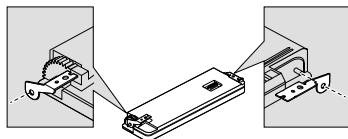

Fig. 12
1. Coloque los sujetadores en ambos lados del panel delantero. (Fig. 12)